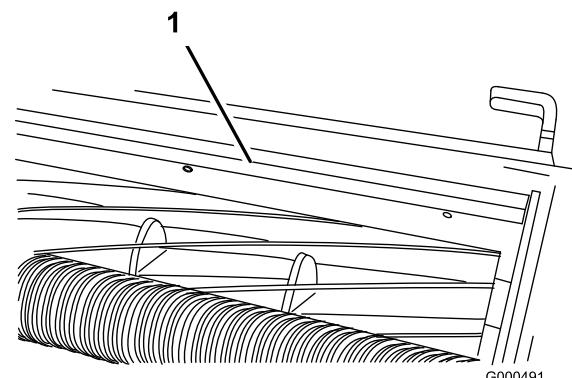

Figura 11
1. Afloje los tornillos que fijan la barra superior (Figura 11) a la unidad de corte.